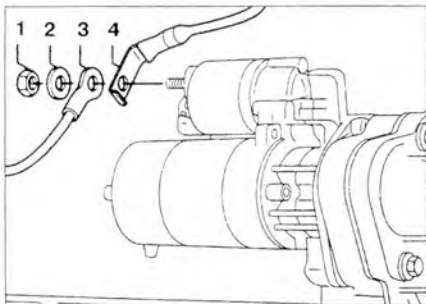

Рис. 9.1. Открутите гайку **1** от клеммы 30 втягивающего реле, снимите шайбу **2** и отсоедините провода **3** и **4**.
2. Открутите гайку **1** от клеммы 30 втягивающего реле, снимите шайбу **2** и отсоедините провода **3** и **4** (рис. 9.1).